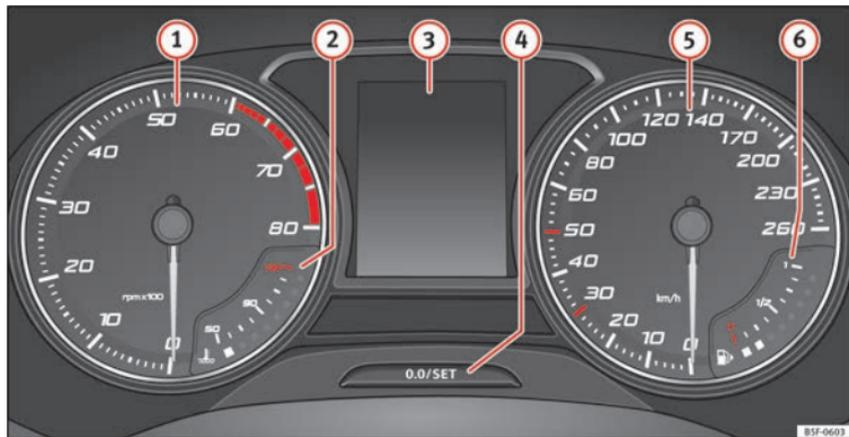

Fig. 120 Cuadro de instrumentos en el tablero de instrumentos.
» **fig. 120:**
Al conectar el encendido, en la pantalla del cuadro de instrumentos » fig. 120 ③ puede visualizarse información diversa, en función del equipamiento del vehículo:
- Pulse brevemente el botón » fig. 120 ④ para restablecer el cuentakilómetros parcial a 0.
- Mantenga pulsado el botón ④ durante unos 3 segundos y se visualizará el valor anterior.
- Para ajustar la hora, mantenga pulsado el botón » fig. 120 ④ durante más de 3 segundos para seleccionar el indicador de horas o bien de minutos.
- Para proseguir el ajuste, pulse la parte superior o inferior del botón ④. Para que los números se sucedan con rapidez, mantenga la tecla pulsada.
- Pulse nuevamente el botón ④ para finalizar el ajuste de la hora.
Mantenga pulsado el botón » **fig. 120**  durante más de 15 segundos para visualizar las letras distintivas del motor (MKB) del vehículo. Para ello, el encendido debe estar conectado y el motor apagado.
El cuentarrevoluciones muestra el régimen de revoluciones del motor por minuto » **fig. 120** ①.
La aguja del cuentarrevoluciones ① » **fig. 120** sólo deberá alcanzar la zona roja durante un breve período de tiempo, de lo contrario corre el peligro de sufrir daños en el motor.
El indicador para la temperatura del líquido refrigerante ② » fig. 120 funciona sólo con el encendido conectado. Para evitar averías en el motor, tenga en cuenta las siguientes observaciones sobre los márgenes de temperatura.